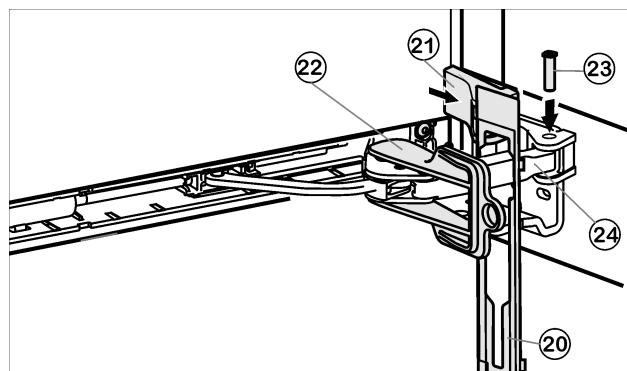

Fig. 15
- Suspenda el panel Fig. 15 (20) en el estribo del amortiguador, de modo que los ganchos de retención estén orientados hacia delante y el lado delantero esté orientado hacia al aparato.
- Acerque el estribo del amortiguador Fig. 15 (24) a la pieza de cojinete e introduzca el perno Fig. 15 (23) desde arriba, de modo que el cuadrado esté en la parte hundida.
- Coloque y enaje la cubierta Fig. 15 (21).
- Retire el seguro Fig. 15 (22) girándolo.
- Enaje el panel Fig. 15 (20) en la puerta.